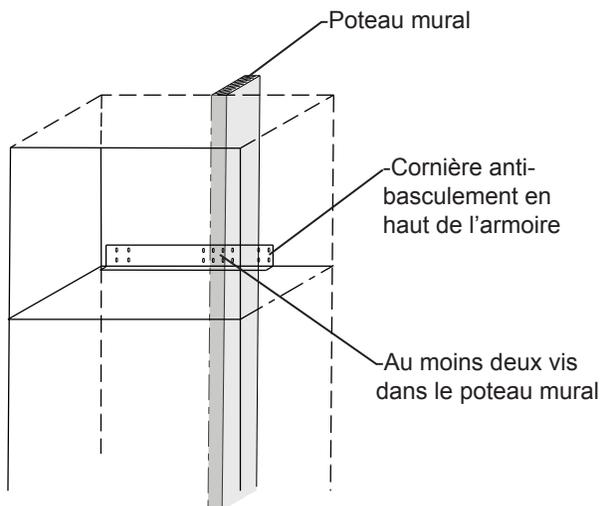

Figure 7
La cornière anti-basculement est fixée sur l'armoire et fait toute sa largeur. Localisez un poteau mural derrière l'armoire et fixez-y la cornière anti-basculement avec au moins deux (2) vis #8 x 1 1/2" fournies. Voyez la Figure 7.